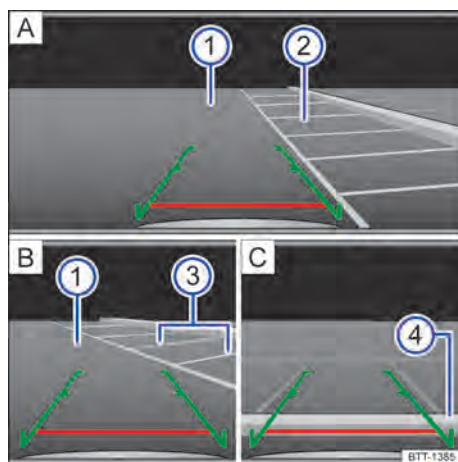

Fig. 104 Exibição do display do sistema do rádio: estacionar com a câmera de marcha a ré.
Legenda para Fig. 104:
- Posicionar o veículo na frente da vaga de estacionamento → Fig. 104 ② **A**.
- Conduzir para trás lentamente e manobrar de modo que as guias verdes laterais conduzam entre as linhas de delimitação da vaga de estacionamento delimitada ② **A**.
- Alinhar o veículo na vaga de estacionamento selecionada de modo que as guias verdes laterais fiquem em cima das linhas de limitação lateral ③ **B**.
- Parar o veículo, quando a linha vermelha atingir a limitação traseira ④ **C**.